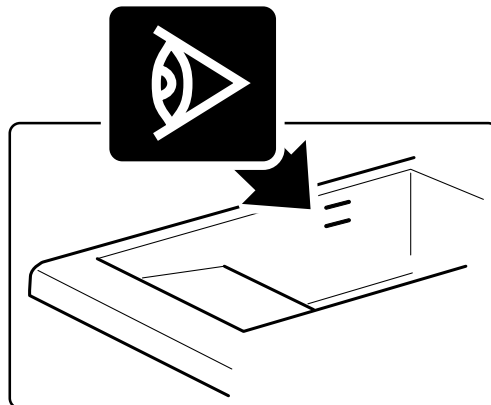

Abb. 5 Höchst- / Mindestfüllstand im Becken
- Stets kontrollieren, dass sich der Ölstand zwischen dem von den Reliefmarkierungen im Innenbereich der Wanne angegebenen |b|Mindest-|b| und dem |b|Maximalfüllstand|b| hält, siehe *Abb. 5 Höchst- / Mindestfüllstand im Becken*).
es ist strikt verboten das Gerät im Fall eines Ölmangels in der Frittierwanne einzuschalten. stets kontrollieren, dass sich der Ölstand zwischen dem von den Reliefmarkierungen im Innenbereich der Wanne angegebenen Mindest -und dem Maximalfüllstand hält (siehe Abb. 5 Höchst- / Mindestfüllstand im Becken).